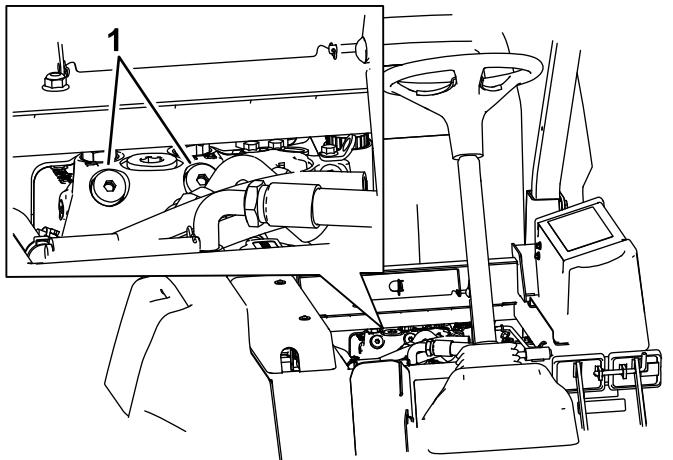

Figura 75
- As válvulas de derivação encontram-se sob a dianteira do depósito de combustível (Figura 75).